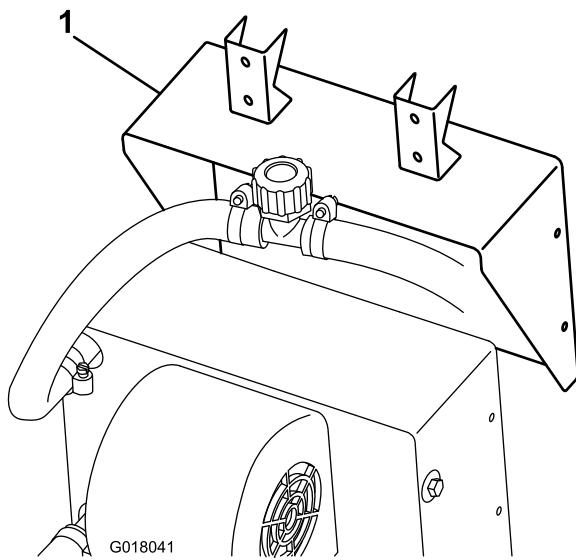

Figura 3
- Fixe o suporte do aquecedor ao aquecedor utilizando os parafusos fornecidos com o aquecedor (Figura 3).